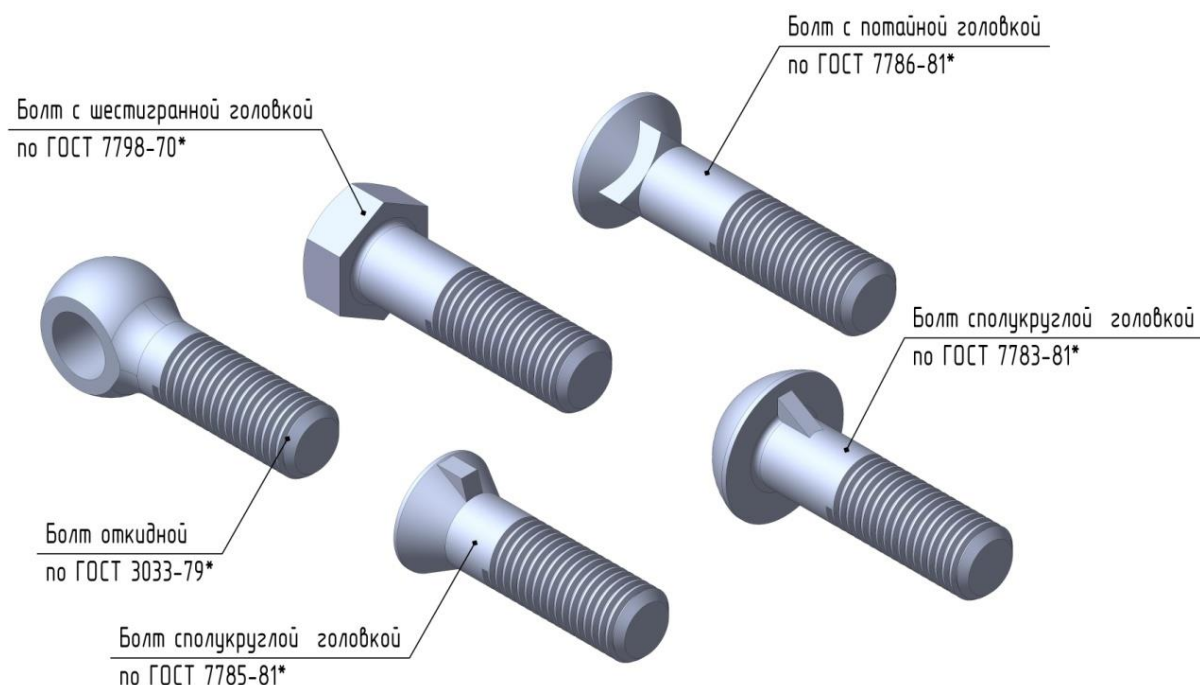

Рисунок 1. – Конструкции болтов
**Болт** – цилиндрический стержень, на одном конце которого располагается головка, а на втором нарезана резьба (рисунок 1). В зависимости от условий работы и назначения болты могут иметь шестигранную, полукруглую, потайную и другого вида головки. Чаще всего применяются болты с шестигранной головкой, предусмотренные под гаечный ключ. Эти болты имеют до пяти видов исполнения.